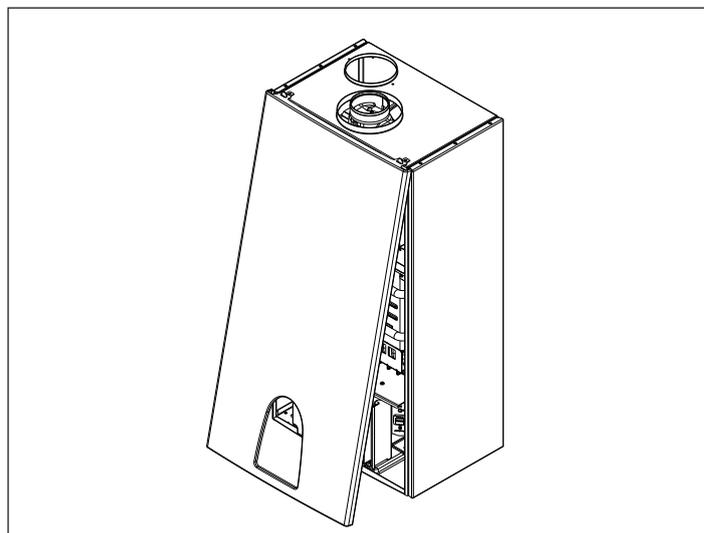

Fig. 21 - Desmontaje de la cubierta
- Quite la cubierta desenroscando los tornillos situados en la parte inferior del calentador y desenganchando la cubierta en la parte superior (Fig. 21).
### Desmontaje de la cubierta (Fig. 21)